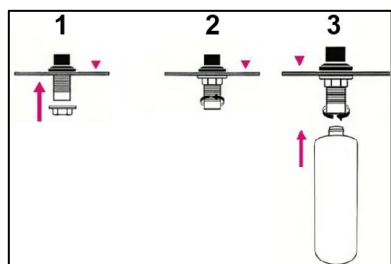

Fig.9
- Zet de zeepfles in elkaar (Fig 9). Plaats de pompkop nog niet in de fles.